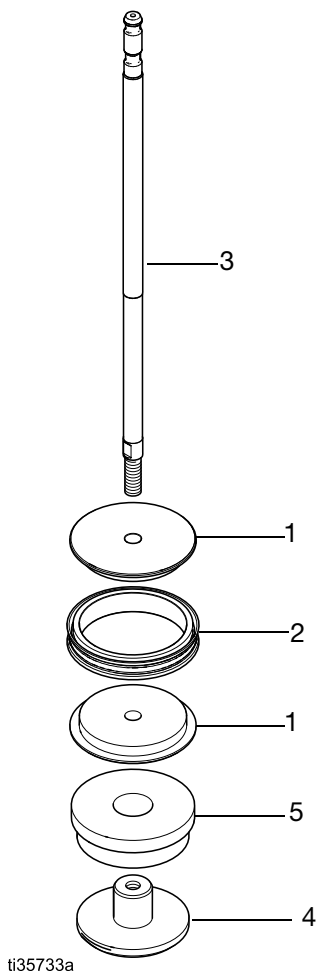

FIG. 5. Smontare o montare il pistone
Vedere FIG. 5, pagina 10.
1. Posizionare le due metà del pistone (1) intorno alla guarnizione del pistone (2) e farle scattare in posizione insieme. Vedere FIG. 5.
2. Applicare Loctite® 268, 263 o 2760 ad alta resistenza (rosso) sulle filettature del diametro esterno dell'asta (3), applicando 360° intorno alla filettatura. Inserire l'asta (3) attraverso il pistone (1) e il distanziatore (5) nel dado del pistone (4). Serrare il dado del pistone (4) a una coppia di 129-135 N•m (95-100 ft-lb). Il sigillante deve essere lasciato indurire per un minimo di 12 ore prima dell'utilizzo.